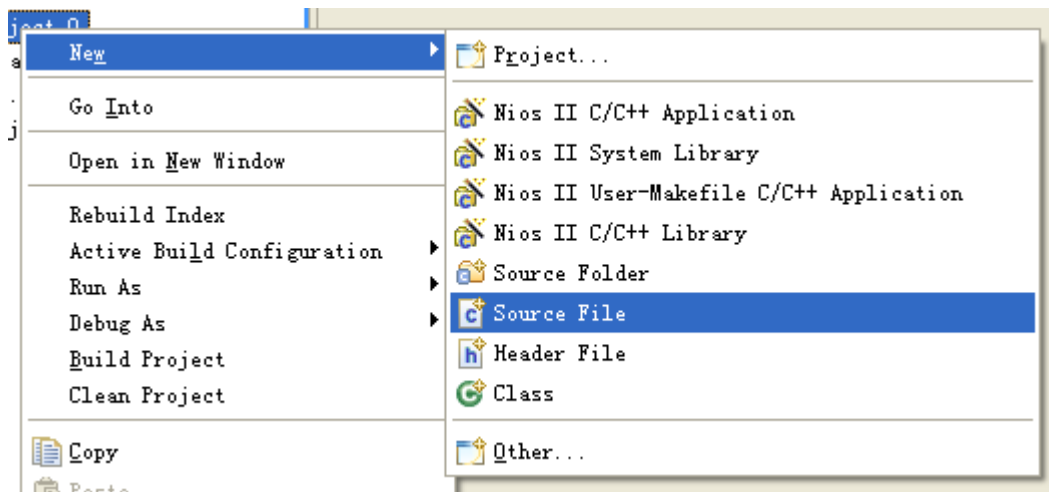

图 7-15 添加源文件图
20. 右键点击工程 blank_project_0, 选择 New -> Source File。如图 7-15。